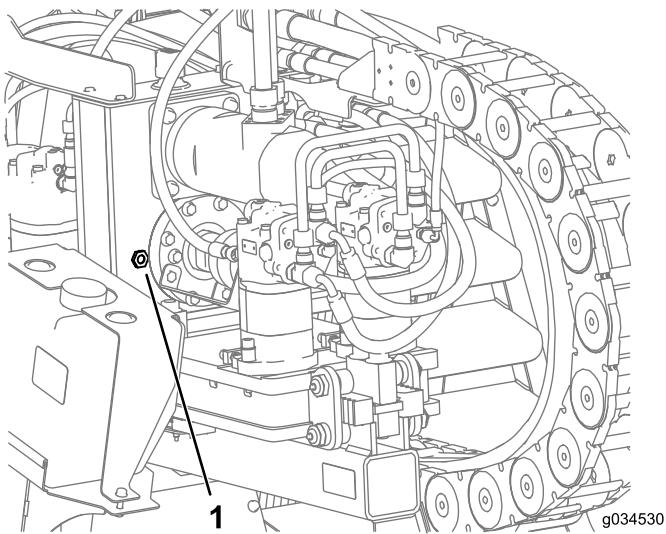

Figura 134
3. Remova a tampa do respiro e adicione o óleo na caixa de transmissão até o nível cobrir pelo menos metade do visor de nível (Figura 134).
2. Verifique o nível de óleo pelo visor de nível na caixa de transmissão (Figura 134).
6. Adicione óleo na caixa de transmissão até ultrapassar a metade do visor de nível (Figura 134).